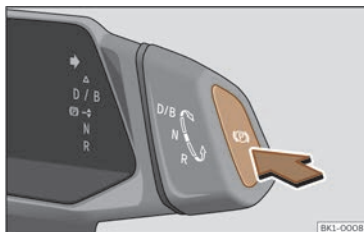

Fig. 141 En el selector de marxes: tecla del fre d'estacionament electrònic.
- Amb el vehicle aturat, premeu la tecla **P** >>> **fig. 141**.
- Premeu la tecla **P** >>> **fig. 141**. Es connecta el fre d'estacionament electrònic.